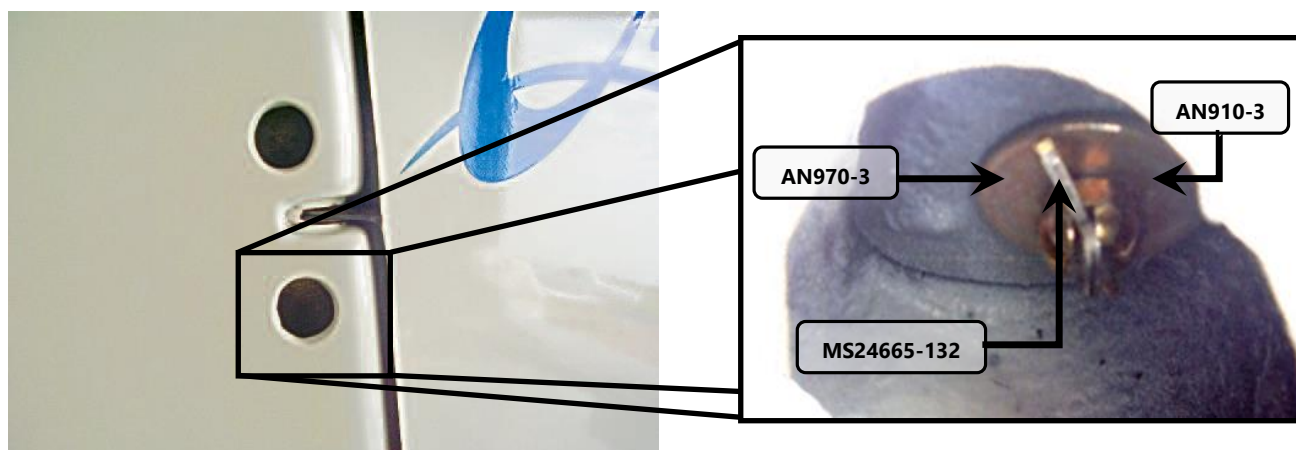

Figura 55.40.36 – Dobradiça central (vista inferior).
7. Instalar arruela AN970-3 e porca AN310-3 no parafuso AN3-12, ver figura 55.40.36;
8. Instalar contra-pino no parafuso AN3-12, conforme mostrado na figura 55.40.36.